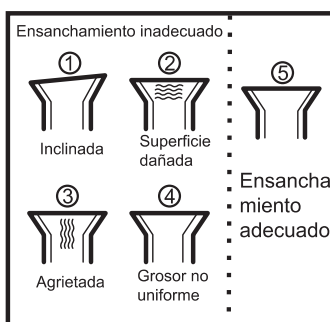

Fig. 7
- 3) Ensanche las tuberías. Inserte la salida de la tubería en la tuerca de cobre antes de ensanchar la tubería. Asegúrese de que el orificio esté plano con una superficie saneada y un grosor uniforme. (Fig. 7)